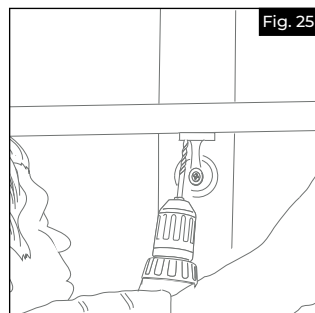

Fig. 25
- c. Después de instalar el pasamanos de manera temporal, taladrar el larguero del pasamanos con una broca de $1\frac{3}{64}$ " y fijar al soporte con los sujetadores suministrados (Fig. 25).